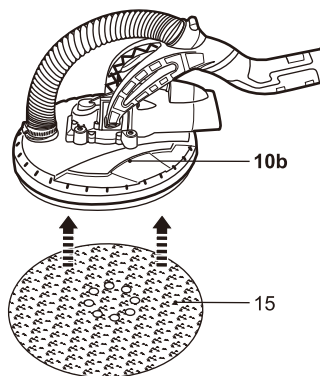

Fig. 5
- > Alinee el diseño de orificios de la hoja de papel de lijado (15) con los de la placa base (10b) antes de colocar la hoja de papel de lijado (15) en la placa base para asegurar una extracción del polvo eficiente y un resultado satisfactorio.
- > Presione ligeramente la hoja de papel de lijado (15) para fijarla a la placa base (10b) (Fig. 5).